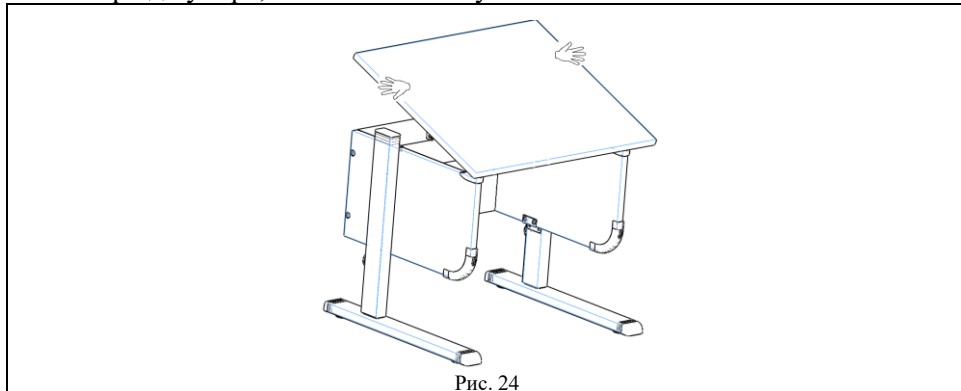

Рис. 24
-приподнять столешницу, держась за дальний левый или правый угол столешницы, на нужный угол наклона, см. рис. 24;